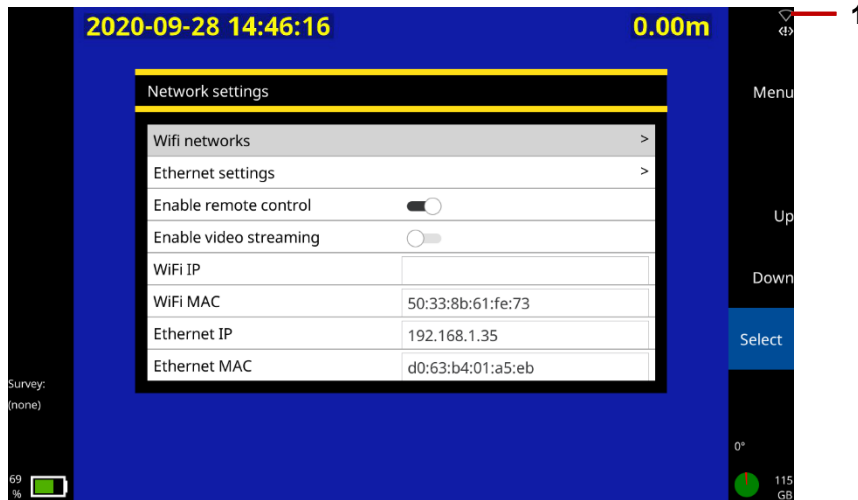

Fig. 8-1: Scherm Netwerkinstellingen met ingeschakelde afstandsbediening. 1 het Ethernetpictogram geeft aan dat er een goede verbinding is.
10. Controleer of het Ethernetpictogram van de controller in de rechterbovenhoek van het scherm aangeeft dat de verbinding is ingeschakeld, zoals weergegeven in Fig. 8-1.
6. Controleer of het Ethernetpictogram van de controller in de rechterbovenhoek van het scherm aangeeft dat de verbinding is ingeschakeld, zoals weergegeven in Fig. 8-1.